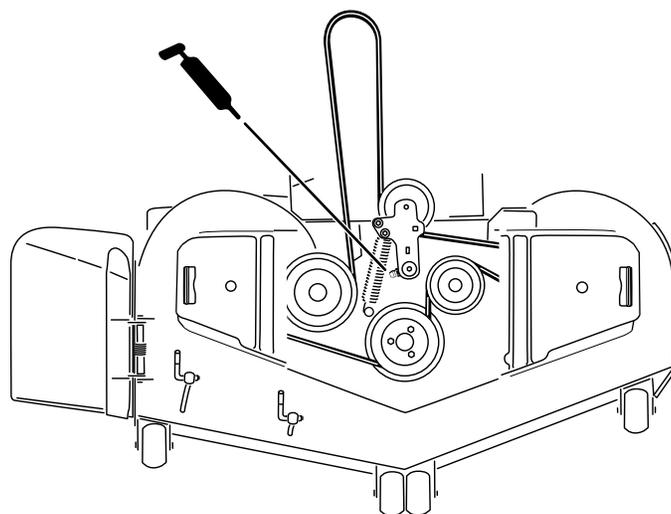
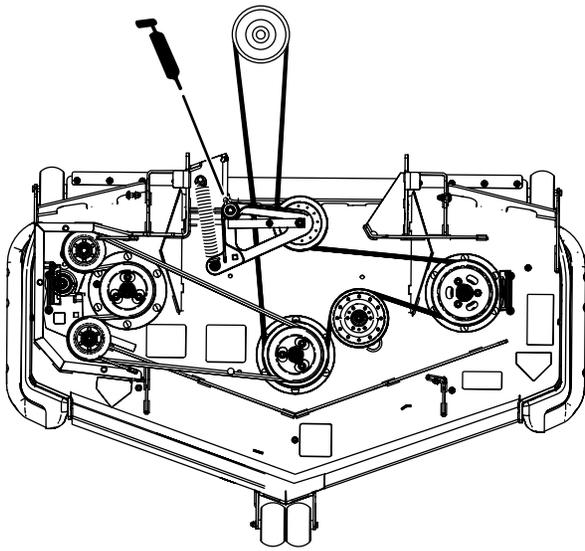

Рисунок 53
Рисунок 54
5. Смажьте ось поворота натяжного ролика деки газонокосилки так, чтобы консистентная смазка начала выходить из нижней части (Рисунок 53 или Рисунок 54).